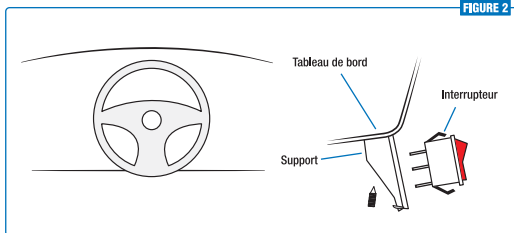

FIGURE 2
- 6 Installer l'interrupteur sur le tableau de bord. Si aucune ouverture n'est disponible sur votre tableau de bord, trouver un endroit où monter le support. *Veillez à ce qu'il n'y ait aucune obstruction derrière l'emplacement de l'interrupteur.* **Voir la Figure 2.**